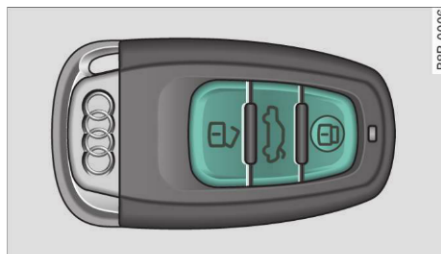

Fig. 24 Telecomanda:
- Pentru a deschide autovehiculul, apăsați tasta ⇒ fig. 24.
Heckklappe (hayon) - Dacă selectați **ein** (activat), este blocată deschiderea capacului portbagajului de la mâner ⇒ *pagina 40*, fig. 30. În această situație, capacul portbagajului se poate deschide de la tasta  de pe telecomandă ⇒ *pagina 35*, fig. 24 sau de la tasta  din portiera șoferului* ⇒ *pagina 41*, fig. 31.